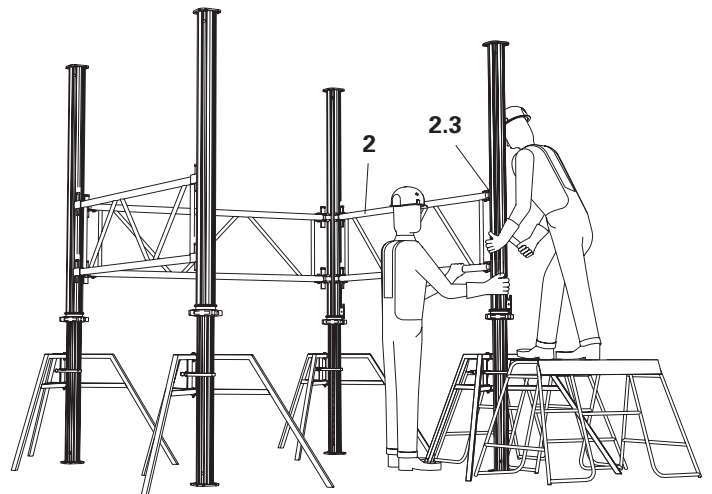

Fig. 37
- Slå kilerne **2.3** fast ovenfra og nedad. Fig. 37